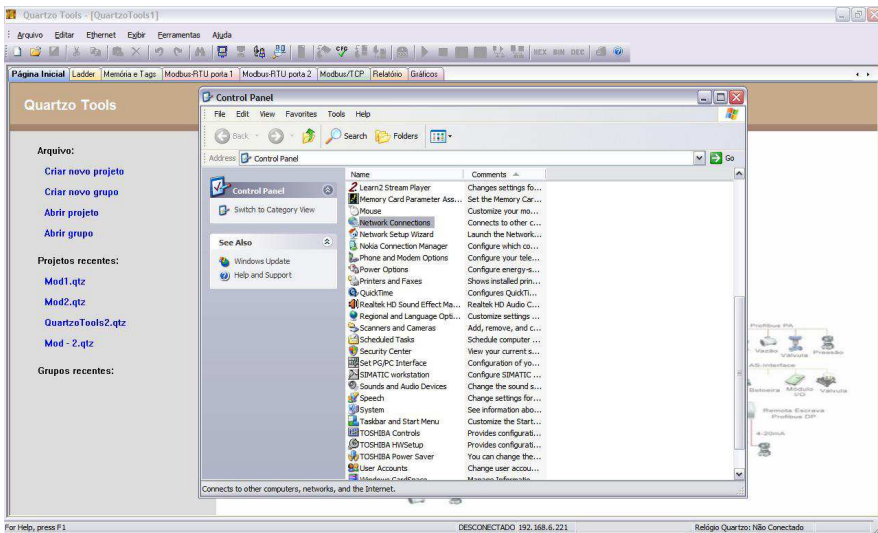

Figura 16 - Mudar o IP do micro (a)
- 1• Vá até o painel de controle e dê um duplo-clique em conexões de rede (Veja Figura 16);